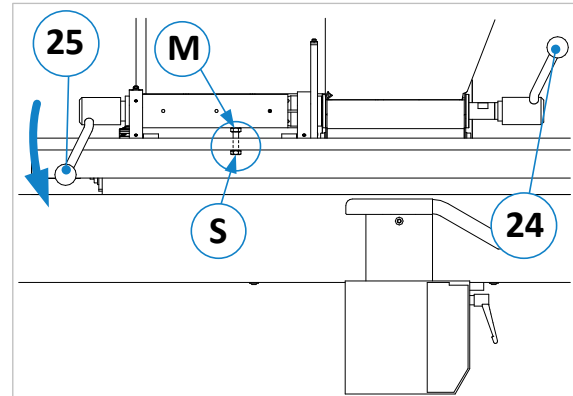

Figure 39 : calibrer l'angle à 90 degrés
2. Pour corriger, ouvrez le levier de serrage (24) et tirez le levier de réglage (25) complètement vers l'avant (sur la position 45°). Débloquez le contre-écrou (M) maintenant accessible à l'aide d'une clé à fourche 13 mm (voir ⇒ Figure 39). Tournez ensuite la vis (S) soit vers l'intérieur, soit vers l'extérieur, jusqu'à ce que la butée soit à nouveau à 90° (voir ⇒ Figure 39).